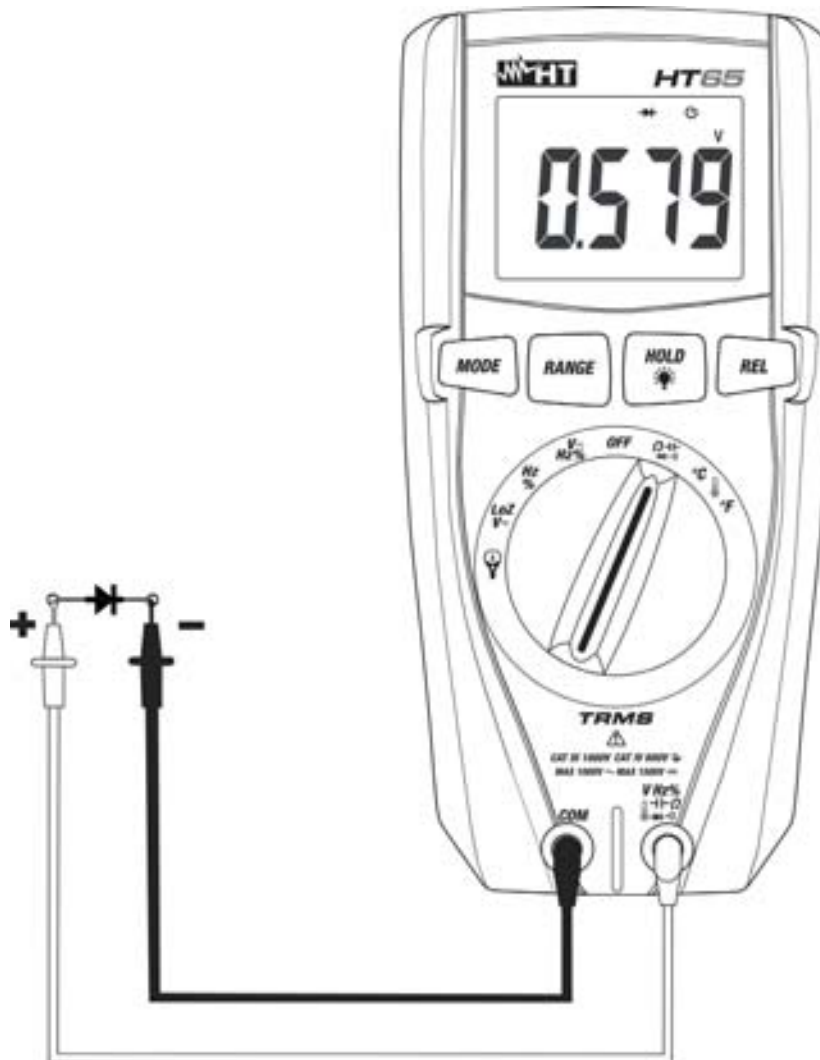

Fig. 7: Uso del instrumento para la prueba de Diodos
4. Posicione las puntas en los extremos del diodo en examen (vea Fig. 7) respetando las polaridades indicadas. El valor de la tensión de umbral en polarización directa se muestra en pantalla
6. Si el instrumento muestra el mensaje "OL" los terminales del diodo están invertidos respecto a lo indicado en Fig. 7 o bien la unión P-N del diodo está dañada